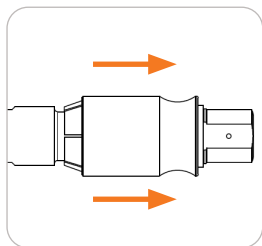

Abbildung 7
- ▶ Ziehen Sie die Schiebehülse (Pos. 1) zurück (Abbildung 7). Dadurch wird die Verbindung zum Prüfling gelöst und der Adapter kann gerade nach hinten abgenommen werden.